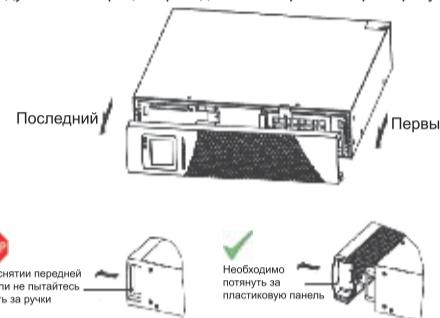

Рисунок 1 Снятие лицевой панели батарейного блока и ИБП
1. Снимите лицевые панели каждого батарейного блока и ИБП (см. рисунок 1 ниже) Нажмите на боковые стороны лицевой панели со стороны ЖК-дисплея, возьмитесь за другую сторону и быстро выньте ее, после этого отсоедините сторону, где расположен ЖК-дисплей как показано на рисунке 1.